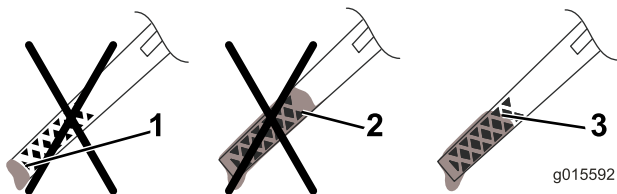

Рисунок 7
5. Выньте щуп для замера уровня масла и проверьте уровень масла по щупу (Рисунок 7).